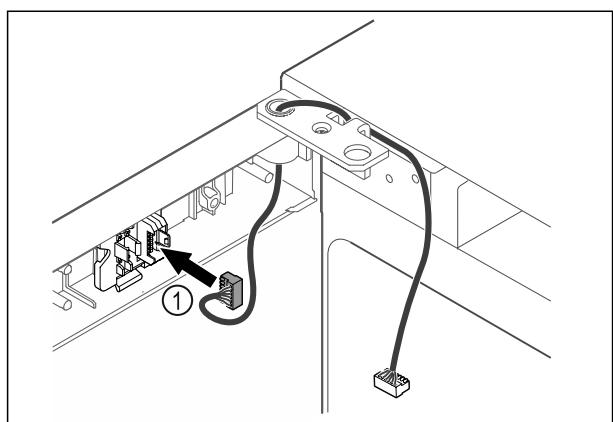

Fig. 48
- Вставьте штекер Fig. 48 (1) в держатель.